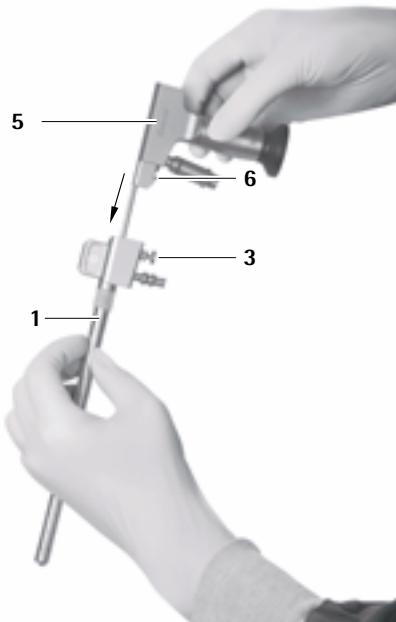
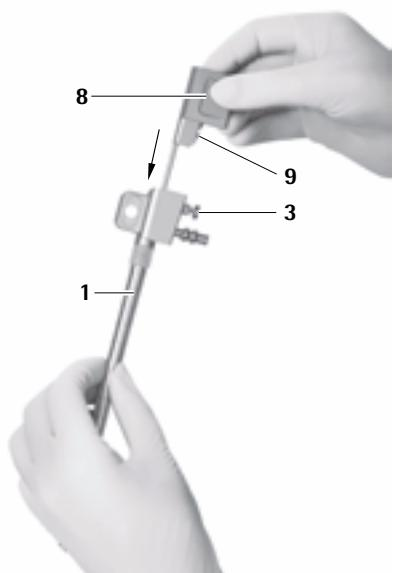

Fig. 14
Fig. 15
- ▶ Säkerställ i samband med detta att låsbulten 6 på endoskopet 5 resp. låsbulten 9 på obturatorn för optikkanalen 8 befinner sig på samma sida som urkopplingsknappen 3 på MINOP inVent-troakaren 1, se Fig. 14 och se Fig. 15.